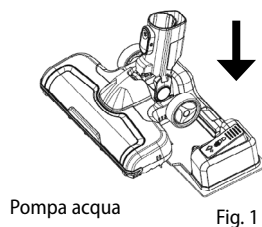

Fig. 1
1. Se durante l'aspirazione si vuole fare anche la pulizia umida, mettere la turbospazzola dentro il contenitore per l'acqua (14) e spingere lievemente sino a sentire un lieve scatto (Fig. 1).